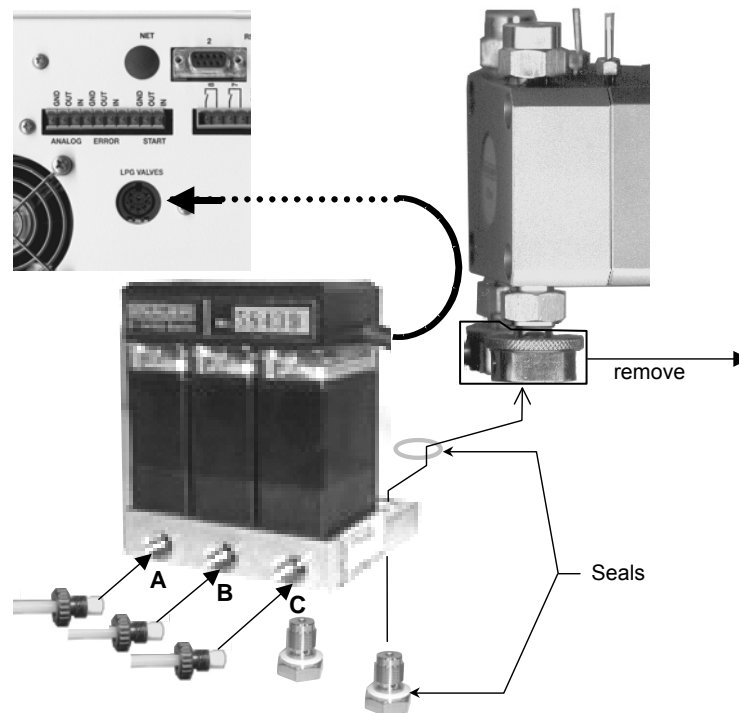

Abb. 17 Montage des LPG-Ventilblocks
3. Montieren Sie den Ventilblock entsprechend der Abb. 17 an den Pumpenkopf.